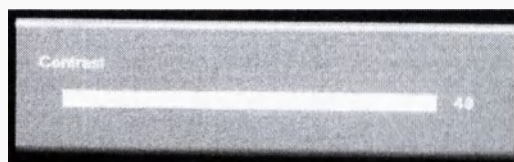

Рисунок 167
- настройте контрастность (см. рисунок 167), поворачивая кнопку управления экранным меню по или против часовой стрелки.